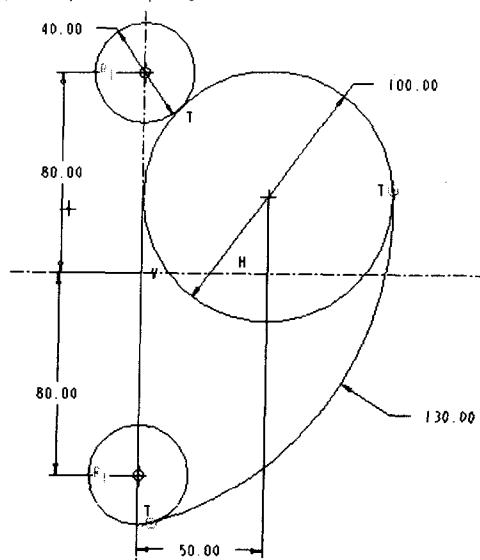

图1-7 在图元之间添加相切约束条件
- (2) 单击右工具箱中的 按钮打开约束工具箱，单击其中的 按钮，在新绘制圆弧和两个圆之间加入相切约束条件，结果如图 1-7 所示。